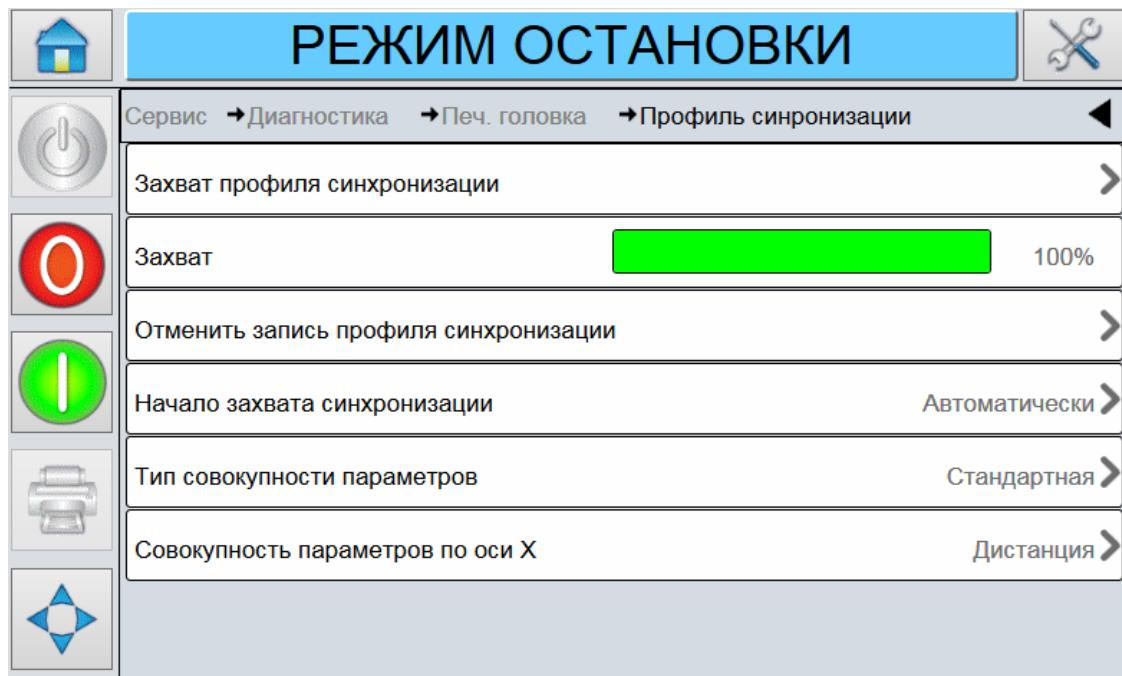

Рис. 5-18: Экран Capturing Encoder Profiles (Захват профиля энкодера)
4. Нажмите **Да**, и появится экран Capturing Encoder Profile (Захват профиля энкодера) (Рис. 5-18).